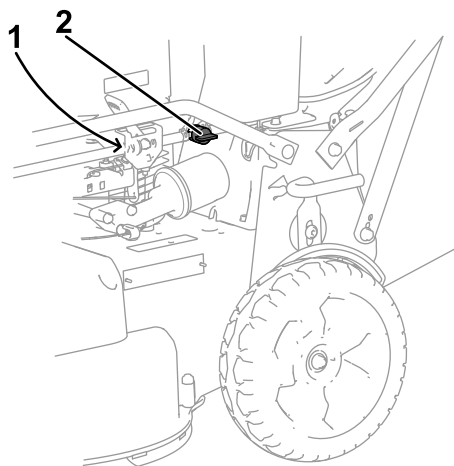

Figura 31
3. Chiudete la valvola di intercettazione del carburante (Figura 31).
4. Rimuovete il filtro del carburante (Figura 31) dal relativo tubo allentando i serratubi attorno al filtro.